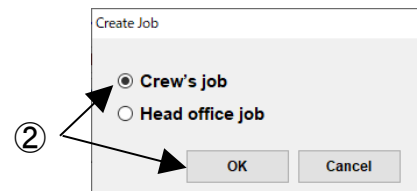

図 11-6 Create job 画面
- ② “Create job 画面”(図 11-6)が表示されますので、”Crew's job”を選択し、OK ボタンを押下してください。